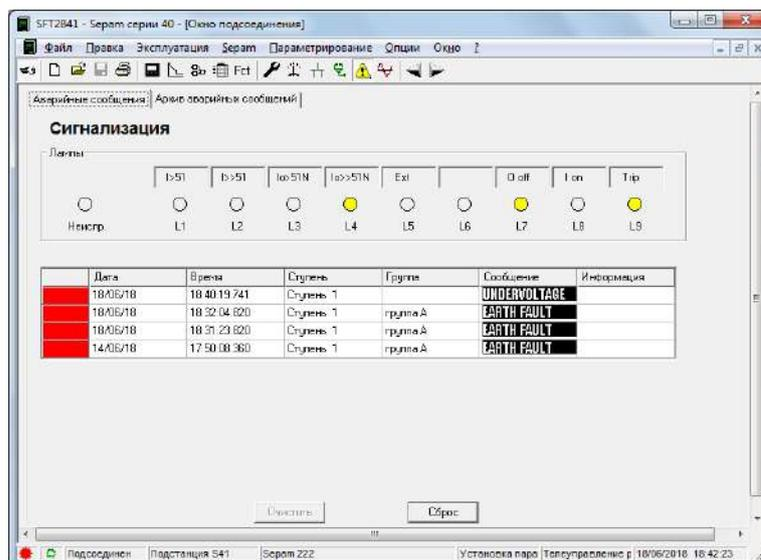

Рисунок 2.12 – Окно «Сигнализация»
- Перед отключением снизить ток в поле амперметра до нулевого значения и отключить РЕТОМ–61 в окне программы, сквитировать сигнал о срабатывании на дисплейной панели или в программе SFT2841 (рис. 2.12).